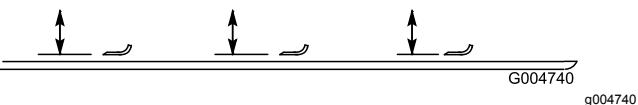

Figura 116
- Rode a lâmina até que a extremidade fique virada para a frente e para trás e meça entre o interior da plataforma do cortador e a parte cortante na zona dianteira da lâmina (Figura 116).